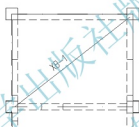

图 5.37 写配板文字 1
(1) 在命令行输入“DI”后按 Enter 键。
① 在**指定第一点**: 提示下, 捕捉斜线的左下端点。
② 在**指定第二点**: 提示下, 捕捉斜线的右上端点, 结果测得斜线的角度为 38° 。
(2) 将 Standard 字体设为当前字体, 在命令行输入 “DT” 后按 Enter 键, 启动【单行文字】命令。
① 在**指定文字的起点或 [对正 (J)/ 样式 (S)]**: 提示下, 在斜线上方适当的位置单击, 来确定文字的起点位置。
② 在**指定高度 <2.5000>**: 提示下, 输入 “300”, 表示字高为 300mm。
③ 在**指定文字的旋转角度 <0>**: 提示下, 输入 “38” 后按 Enter 键, 表示文字逆时针旋转 38° 。
④ 输入 “XB-1”, 按两次 Enter 键结束命令, 结果如图 5.37 所示。